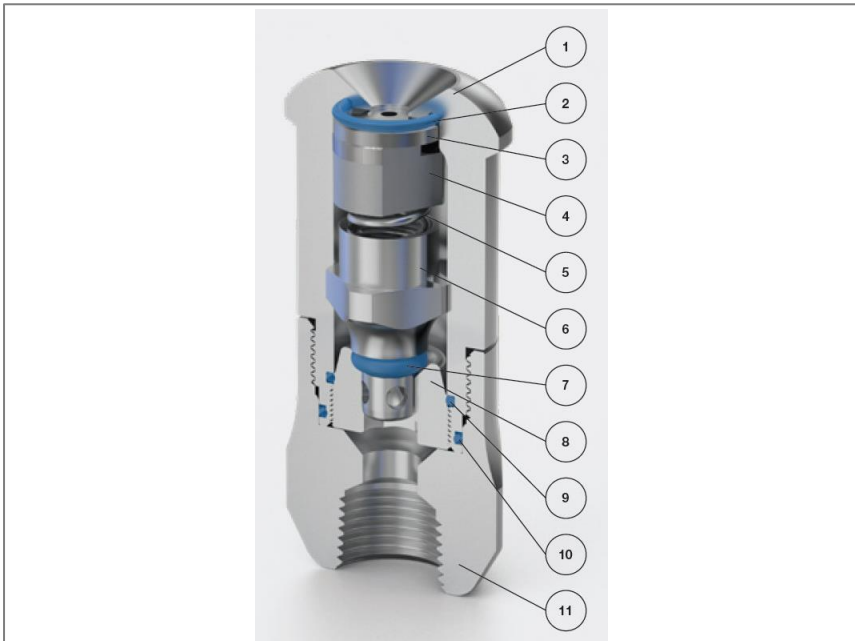

Abb. 3: Teile der DryMASTER CheckValve Düse
- Bei der CheckValve Düse werden O-Ringe von Halteschraube und Kolben (Position 7 und 9 in Abbildung 3) nur bei sichtbarer Veränderung oder spätestens nach 5 Wartungsintervallen entfernt und ersetzt.
Die Düse ist beim Ersetzen der Verschleißteile (Mundstück und Dralleinsatz) gründlich zu reinigen (→ Düse reinigen, S. 11) und alle O-Ringe sind zu ersetzen. CheckValve Düsen: O-Ringe der Kolben- und Halteschrauben (Position 7 und 9 in Abb. 3) sind spätestens bei jeder 5. Wartung mit zu ersetzen. Bei sichtbarer Veränderung des O-Rings unverzüglich. Neue O-Ringe müssen bei Montage eingefettet werden.